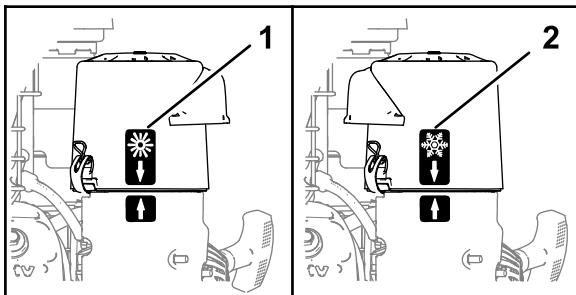

Figura 10
- Ao operar numa **condição de ar ambiente frio** (temperatura de ar frio e humidade), posicione a cobertura do filtro de ar com o autocolante do floco de neve virado para fora (Figura 10).
- Ao operar numa **condição de ar ambiente normal** – posicione a cobertura do filtro de ar com o autocolante do sol virado para fora (Figura 10).